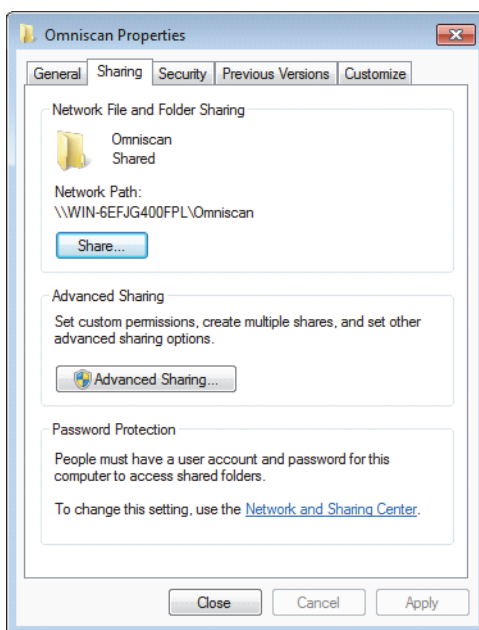
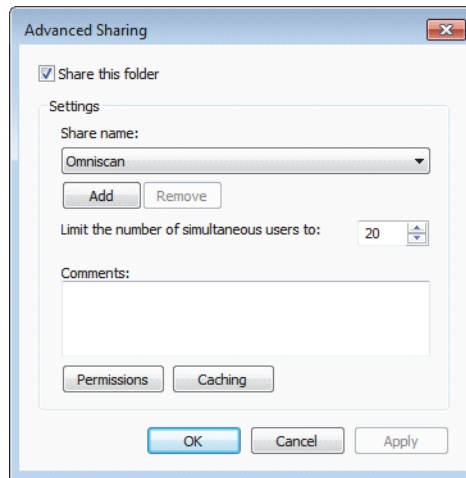

Figura 7-27 La finestra di dialogo Proprietà Omniscan (Windows 7)
Figura 7-30 La finestra di dialogo Condivisione avanzata (Windows 7)
3. Nella finestra di dialogo **Proprietà Omniscan** (Omniscan Properties), cliccare sulla scheda **Condivisione** (Sharing) [vedere Figura 7-27 a pagina 243].
8. Nella finestra di dialogo **Proprietà Omniscan** (Omniscan Properties), cliccare su **Condivisione avanzata** (Advanced Sharing). [vedere Figura 7-27 a pagina 243]. Appare la finestra di dialogo **Condivisione avanzata** (vedere Figura 7-30 a pagina 246).